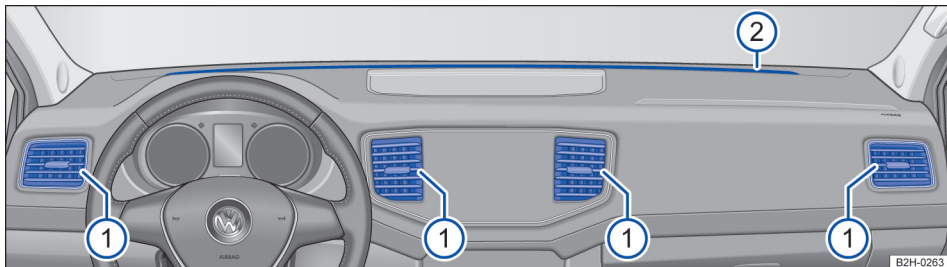

Fig. 92 No painel de instrumentos: difusores de ar.
Para que uma potência de aquecimento, uma refrigeração e uma entrada de ar suficientes sejam atingidas no interior do veículo, os difusores de ar → Fig. 92 ① devem permanecer abertos.
Legenda para Fig. 92: